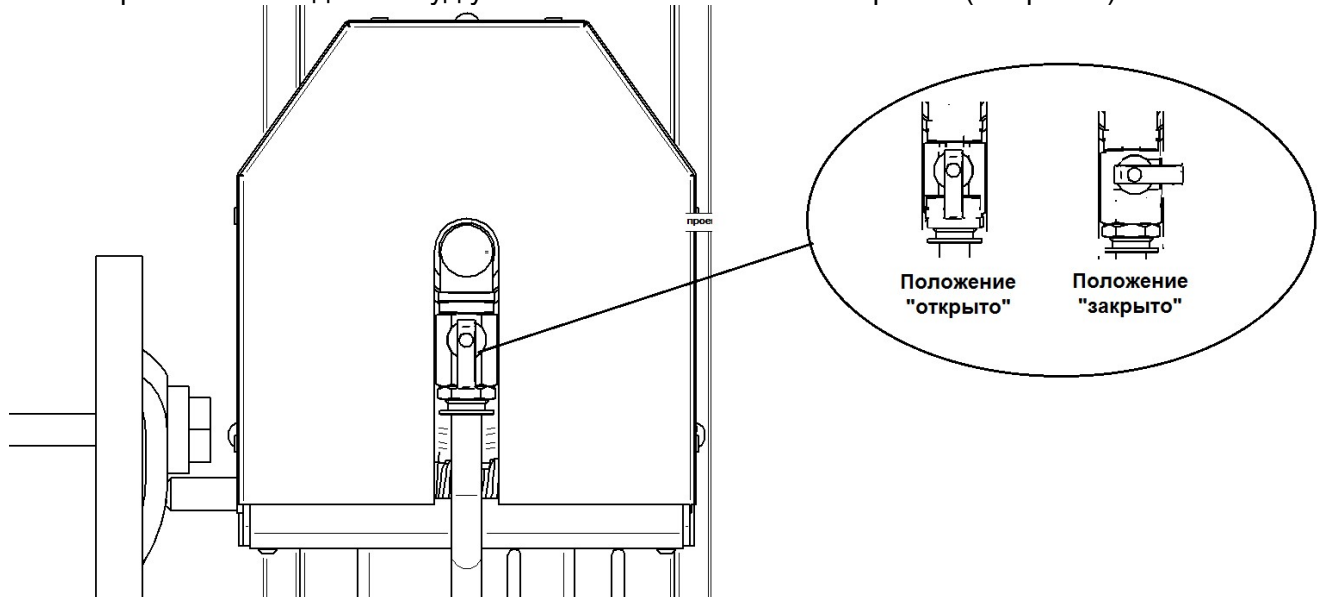

Рис. 6. Положение крана залива воды в варочный сосуд
- кран залива воды в сосуд установить в положение «закрыто» (см. рис. 6).